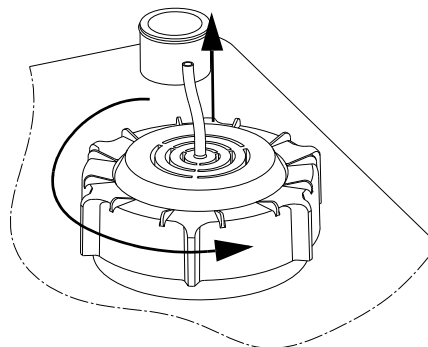

Fig. 11 Desmontaje del sensor de nivel
2. Afloje el tapón roscado girándolo en sentido contrario a las agujas del reloj. Consulte la fig. 11.